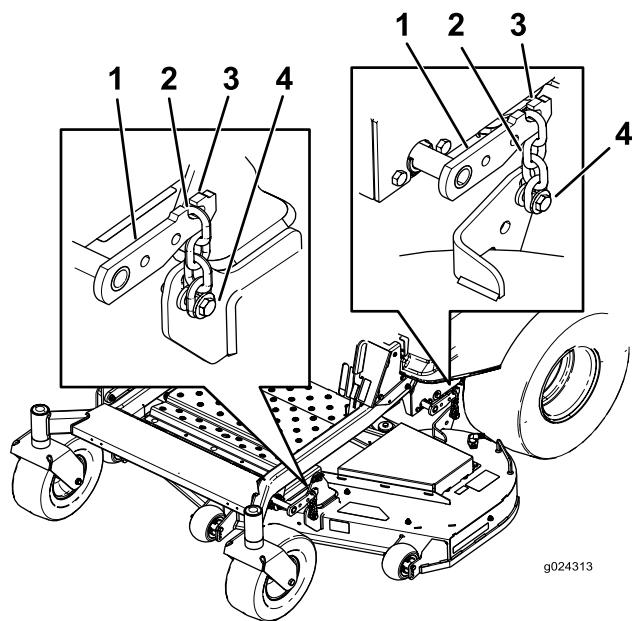

Figure 78
8. Détachez les chaînes des crochets sur les bras de levage du plateau (Figure 78).
6. Soulevez l'arrière du plateau de coupe et accrochez les chaînes aux bras de levage arrière (Figure 78).
7. Accrochez les chaînes avant aux bras de levage avant (Figure 78).